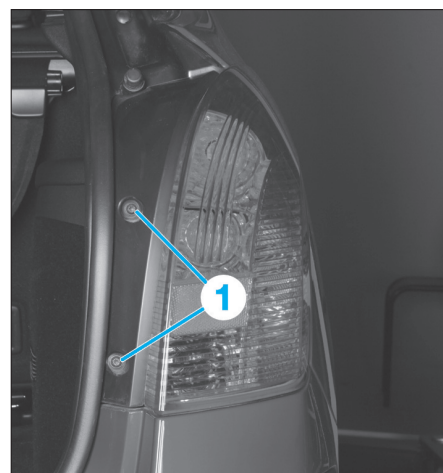

Fig. 147
- Du côté concernée, Déposer les vis (1) du feu arrière (Fig.147).